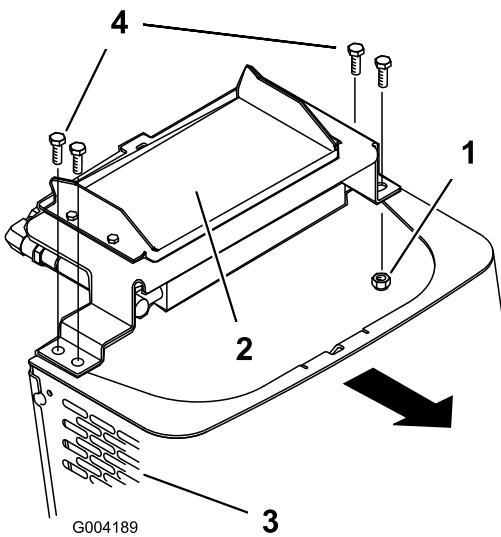

Figure 27
6. Enlevez les boulons à épaulement et les écrous qui fixent le refroidisseur d'huile en haut du panneau avant (Figure 27).